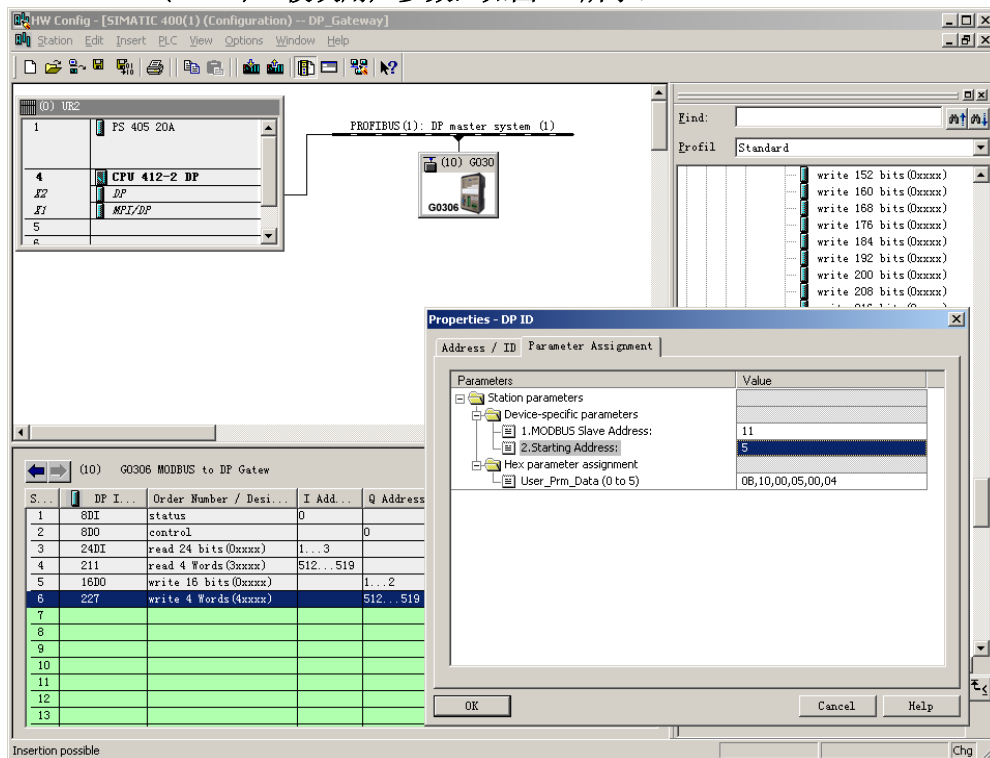

图 26 配置“write 4 Words(4xxxx)”模块用户参数
b) 配置“write 4 Words(4xxxx)”模块用户参数，如图 26 所示：
“1. MODBUS Slave Address:” ⇒ 键入 Modbus 从站地址 11, 如图 26。
“2. Starting Address:” ⇒ 键入欲写入寄存器 0xxxx 的起始地址 00006, 设置地址为 5 ⇒ “OK”, 如图 26。